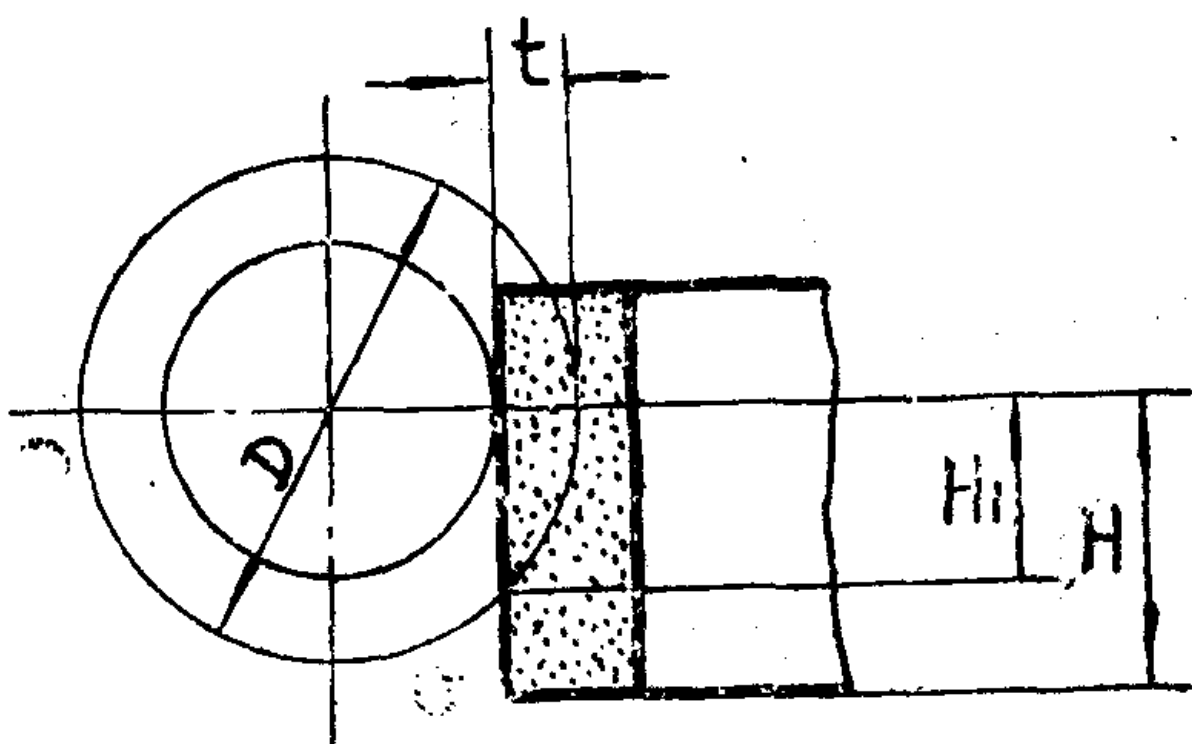

图 3
(1) 受工件形状的限制, 不能加工未留空刀槽的阶梯表面。空刀槽宽度 b (图3)可按下式确定: